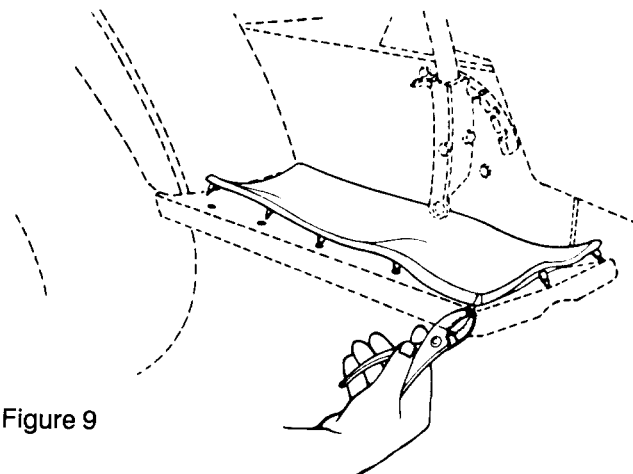

Figure 9
1. Patins de marchepieds en option: Installez les patins comme suit. Placez une garniture sur l'un des marchepieds du tracteur en alignant les pointes sur le dessous de la garniture avec les trous du marchepied. Tirez les pointes dans les trous avec une pince. Procédez de la même manière de l'autre côté. Voir la figure 9.